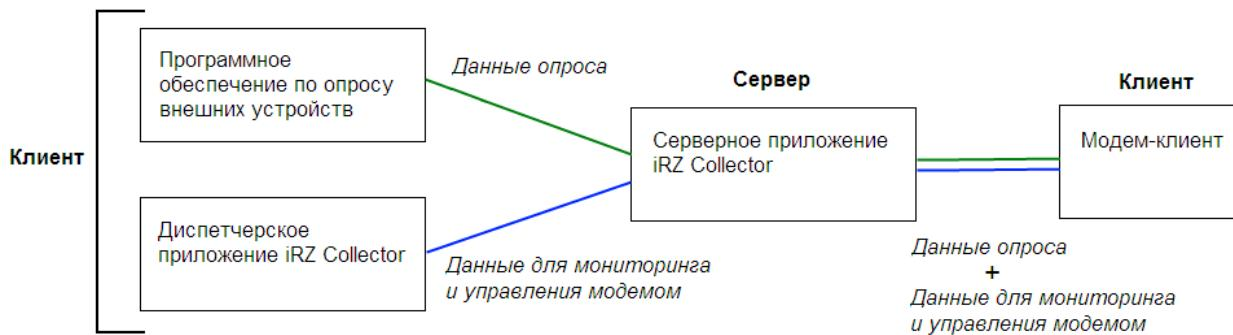

Рис. 1.1 Схема взаимодействия при использовании программного решения iRZ Collector — модем работает в режиме клиента
**Серверное приложение iRZ Collector** — серверное программное обеспечение iRZ Collector, устанавливаемое на сервер сбора данных. Благодаря ему стороннее программное обеспечение по опросу устройств, выступающее в качестве клиента (в терминах клиент-серверной модели взаимодействия), может получать данные от модемов, также являющихся клиентами. То есть серверное приложение служит своеобразной «прослойкой», обеспечивающей их взаимодействие между собой (см. Рис. 1.1). Для